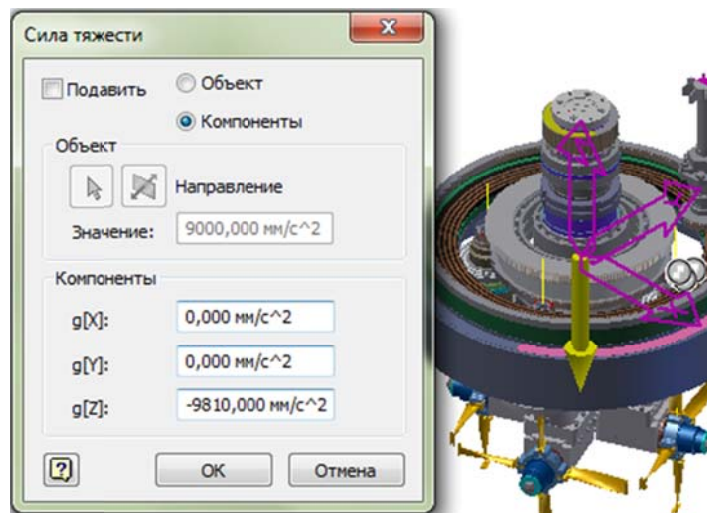

Рис. 6.12. Визначення сили тяжіння
- У діалоговому вікні "Сила тяжести" при необхідності зніміть прапорець "Подавить" (рис. 6.12). За замовчуванням сила тяжіння пригнічена.
Після визначення сили тяжіння на вибраному об'єкті з'явиться жовта стрілка (рис. 6.12).